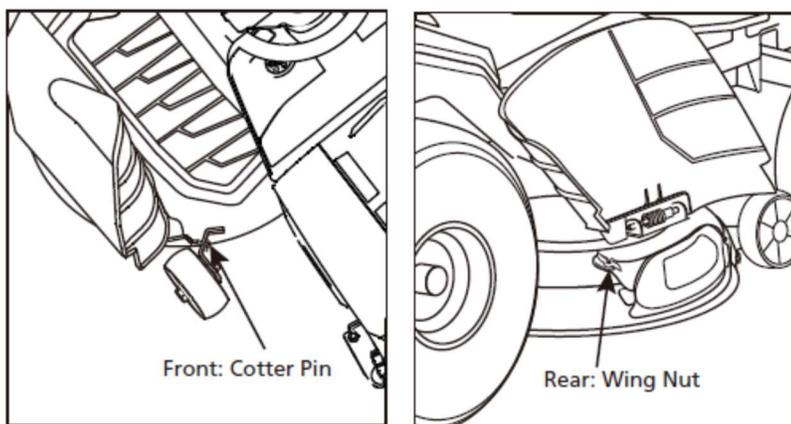

Fig.8B Fig.8C
2. Inserte la varilla de la cubierta de mantillo a través del orificio en el soporte de montaje de la rueda de plataforma y asegúrelo con el pasador de pasador provisto. (Fig. 8B)